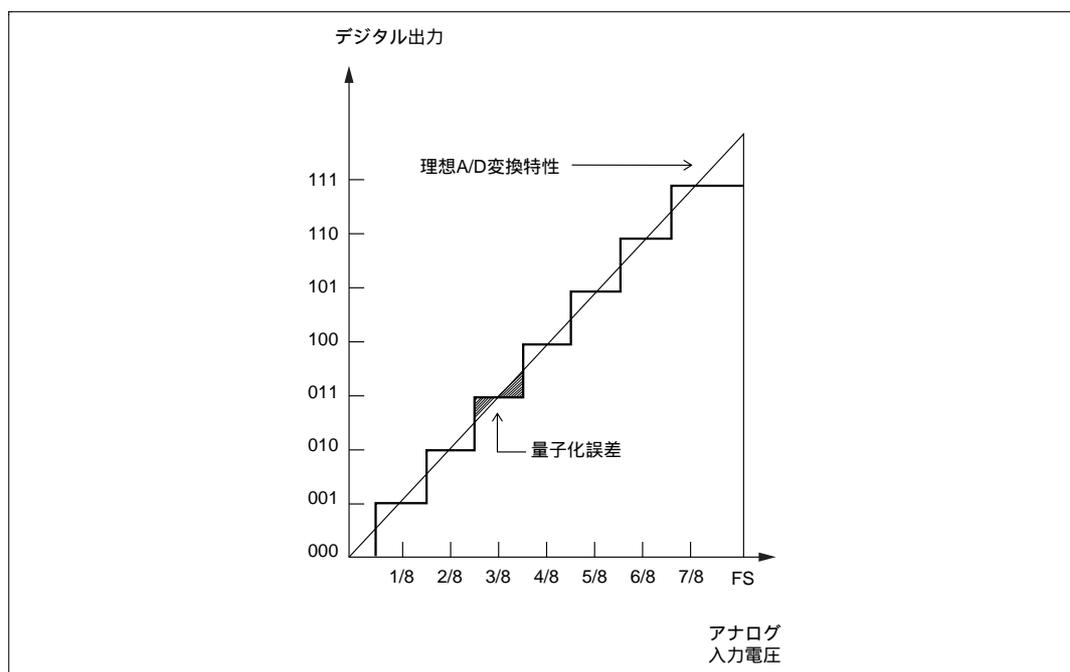

図 15.9 A/D 変換精度の定義 (1)
- ・ 量子化誤差.....A/D 変換器が本質的に有する偏差であり、 $1/2\text{LSB}$ で与えられる (図 15.9)。